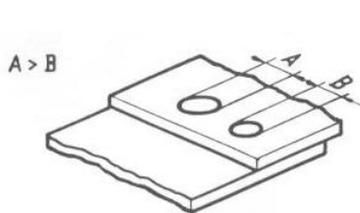

Figure.7.10
- Les diamètres des points ne doivent pas être différent (Figure.7.10).